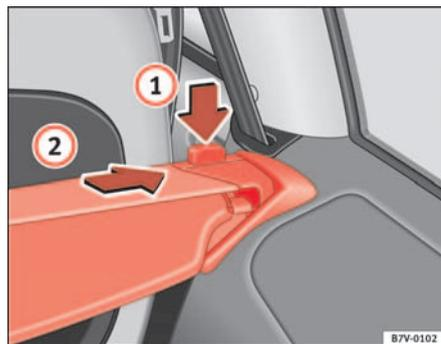

Abb. 114 Gepäckraumabdeckung: Halterung auf der rechten Seite
- Drücken Sie die Entriegelungstaste (bei aufgerollter Gepäckraumabdeckung) ⇒ Abb. 114 (1) in Pfeilrichtung und nehmen Sie die Gepäckraumabdeckung nach oben aus der rechten Halterung.
- Ziehen Sie die Abdeckung in Pfeilrichtung (2) aus der linken Halterung heraus und nehmen Sie die Gepäckraumabdeckung aus dem Fahrzeug.